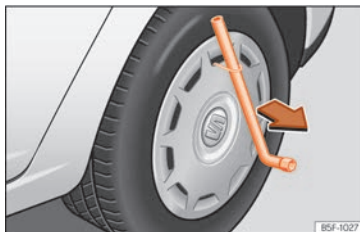

Fig. 33 Retirer l'enjoliveur intégral.
- Introduisez la clé démonte-roue à travers le crochet, appuyez-la sur le pneu et retirez l'enjoliveur » **fig. 33**.